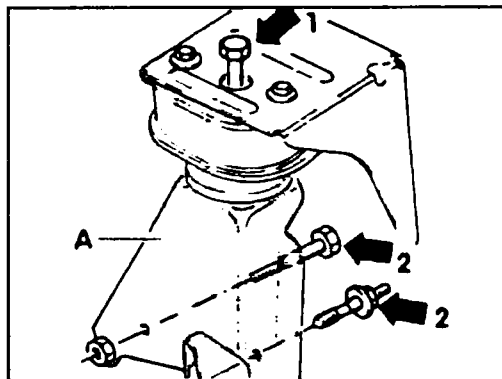
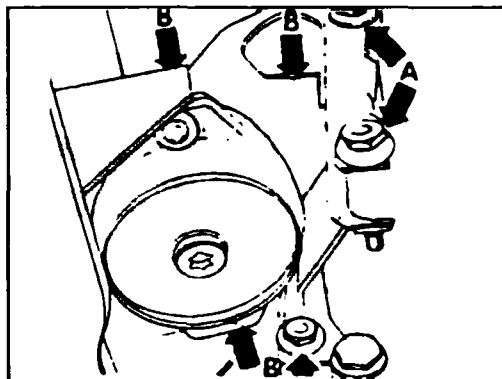

Рис. 5.22 Левая опора силового агрегата
Рис. 5.26 Установка задней опоры — модели выпуска до августа 1992 г
- ◆ Кронштейн подшипника (А, рис. 5.22) коробки передач отсоедините от резинометаллической опоры на кузове (1), затем от коробки передач (2).
Для установки болта крепления левой опоры силового агрегата к кузову, необходимо совместить посадочные отверстия опоры двигателя и коробки передач (см. рис. 5.22). Приспособление VW 3184 снимайте после окончательной затяжки болтов крепления опоры.
Модели выпуска до августа 1992 г: установите заднюю опору силового агрегата без напряжений в опорах (см. рис. 5.26 и 5.50). Винты (А, рис. 5.22) затяните моментом 65 Нм (если опора демонтировалась), винты (В) затяните моментом 45 Нм.